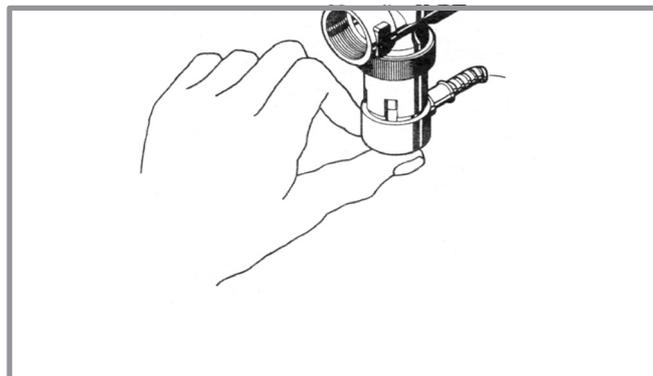

fig. 30 - Vanne de sécurité thermique
- Presser le capuchon rouge contre la soupape (fig. 30) => l'eau doit s'écouler dans l'entonnoir.